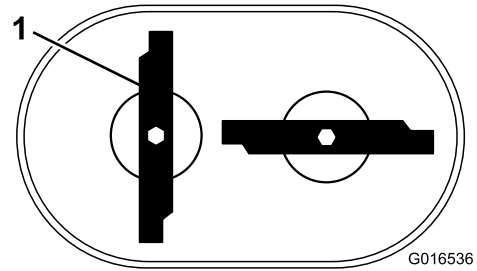

Figura 37
**Nota:** Las cuchillas deben estar perpendiculares entre sí, formando una "T" invertida, como se muestra en la Figura 37.